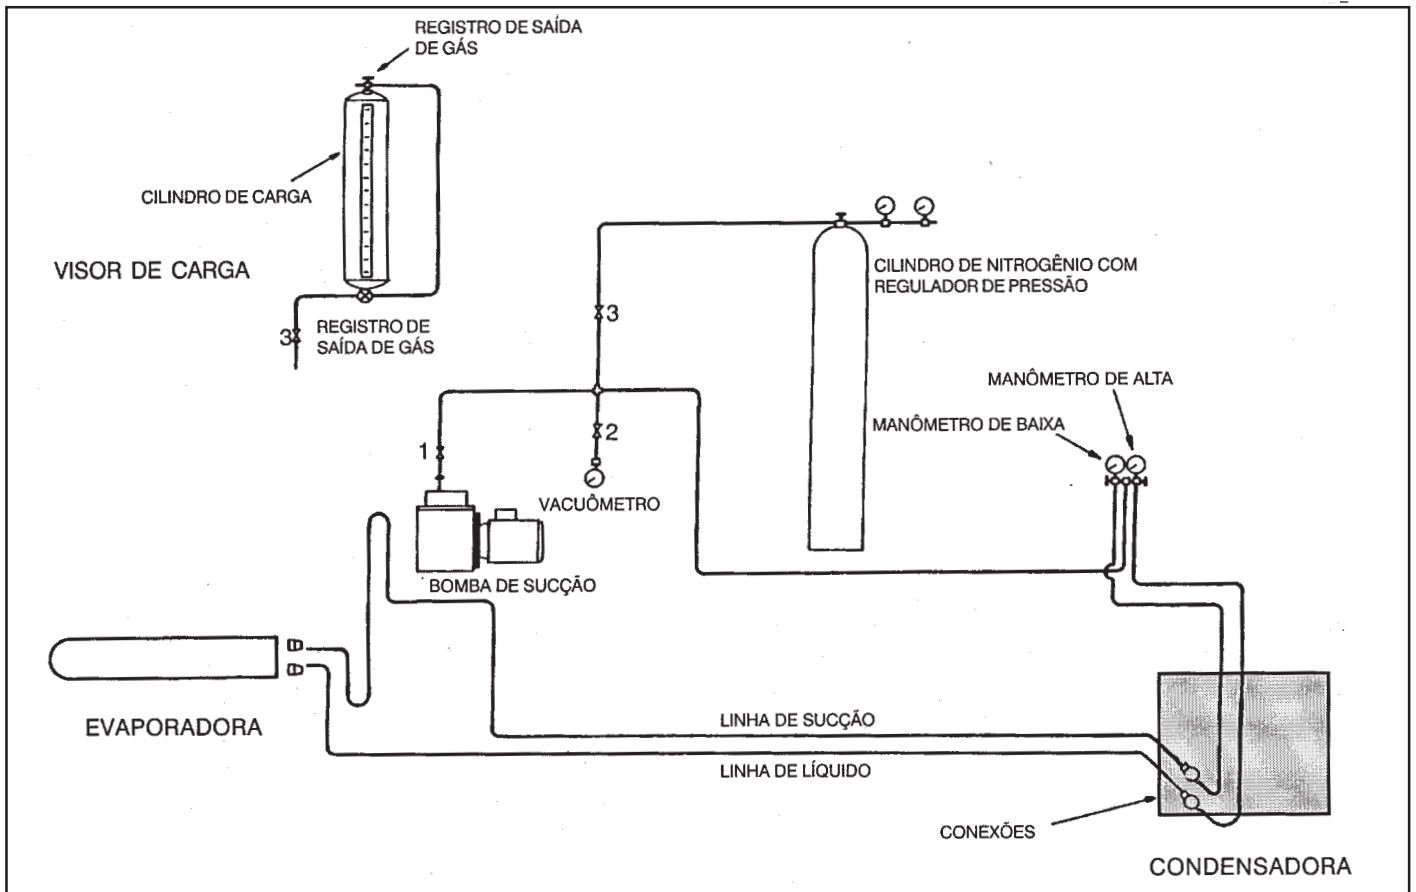

FIGURA 17 - CIRCUITO ESQUEMÁTICO PARA REALIZAR VÁCUO E CARGA DE REFRIGERANTE.
Ligue a bomba de vácuo e faça o vácuo na bomba (registro 1 fechado - figura 17).
1. Ligue a bomba de vácuo, abrindo após o registro 1 (figura 17); posteriormente, isole a bomba de vácuo e abra o registro.
Para fazermos a carga de refrigerante, substitua o cilindro de Nitrogênio mostrado na figura 17 por um cilindro de refrigerante. Purgue a mangueira que liga o cilindro à válvula de serviço.